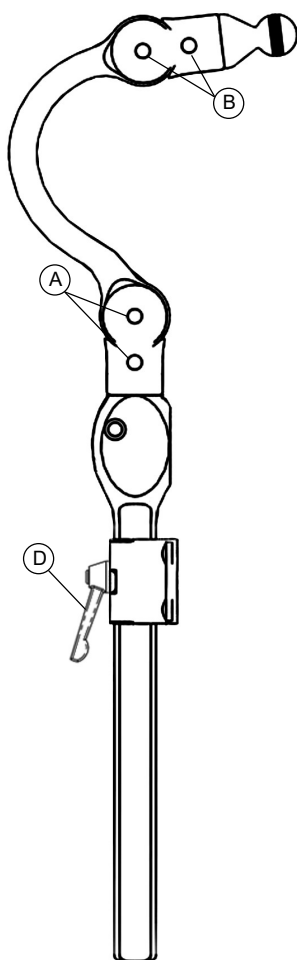
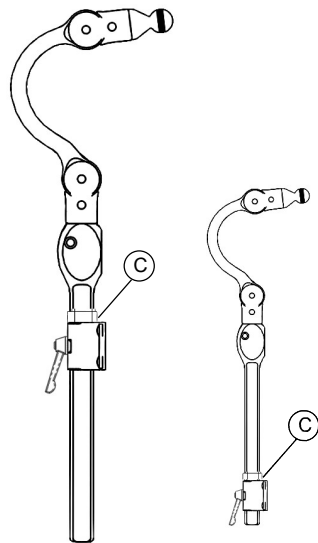

Fig. 1
Fig. 2
1. Monte como se muestra en la fig. 1.
1. Ajuste vertical: afloje la palometa (fig. 1, D), ajuste a la altura adecuada y, a continuación, baje el anillo de tope (fig. 2, C). La varilla vertical puede girarse para ajustar mejor el ángulo del conjunto almohadilla/pletina.
2. Ajuste de profundidad y ángulo: afloje los tornillos de fijación (fig. 1, A y fig. 1, B) para ajustar la profundidad y el ángulo. Observe el ajuste de ángulo representado en la fig. 3.